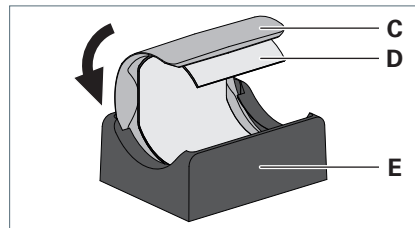

Fig. 3: Einsatz in Mittelhalter montieren.
- ▶ Schieben Sie den Einsatz **C** in die Nut des Mittelhalters **E**, bis die offene Seite des Einsatzes nach oben zeigt, siehe Fig. 3.